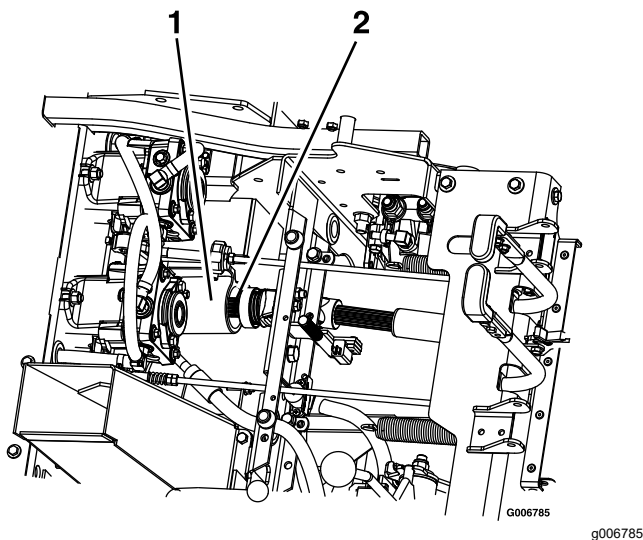

Figura 73
9. Desenganche el asiento y desconecte el árbol de transmisión usando el acoplamiento rápido del eje secundario (Figura 73). Consulte Desenganche del asiento \(página 23\).
5. Instale el árbol de transmisión en el eje secundario (Figura 73).